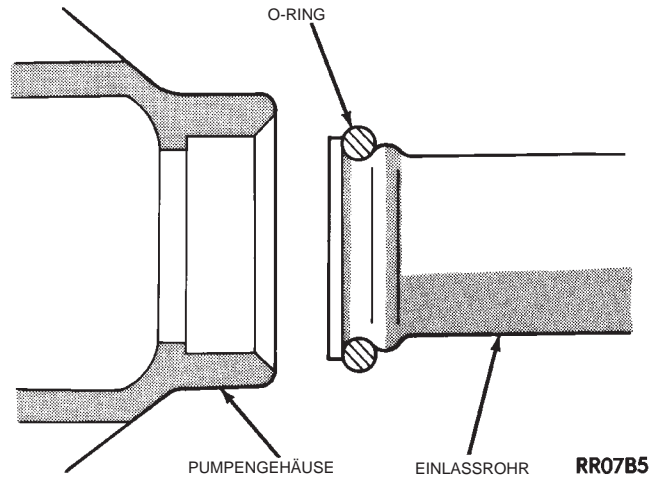

Abb. 26 O-Ring des Einlaßrohres
(1) Alle Anlageflächen für Dichtungen und O-Ringe an Pumpe und Einlaßrohr reinigen.
(2) Einen neuen O-Ring am Einlaßrohr anbringen (Abb. 26). Den O-Ring mit Wasser anfeuchten, um den Einbau zu erleichtern.